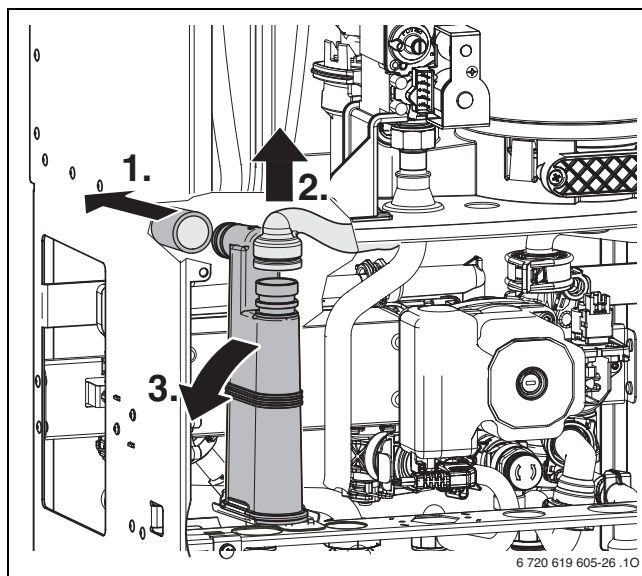

Bild 53
- Demontera kondensatsifonen (→ bild 53) och sätt ett lämpligt kärl under den.